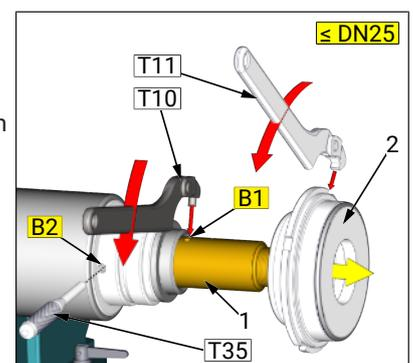
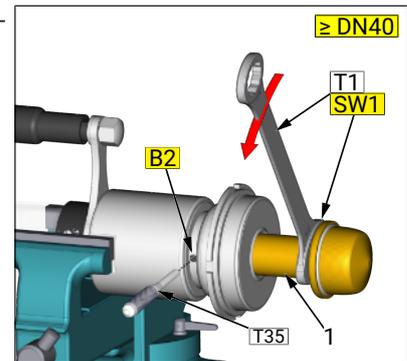

Abbildung 3
Abbildung 4
- Abb. 3: Ausbau über Bohrung (B1) (\leq DN25).
- ⇒ Damit die Bohrung (B1) sichtbar wird, muss zuerst der Einsatz (2) abgeschraubt werden.
- Abb. 4: Ausbau über Schlüssel­fläche (SW1) (\geq DN40).